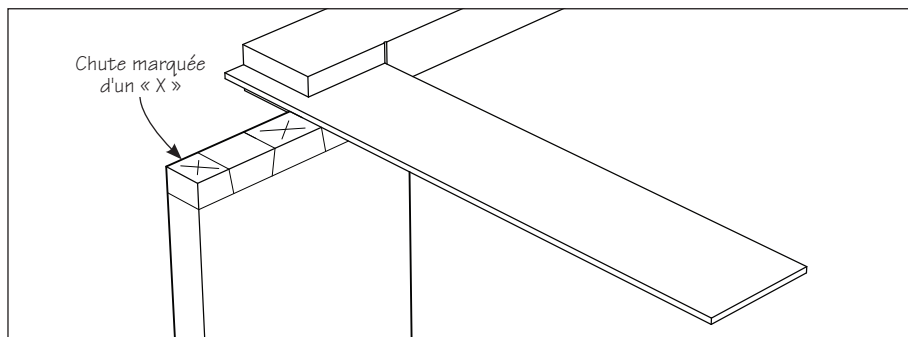

Figure 9 : Report des lignes sur le bout des pièces et marquage des chutes
8. Reporter les lignes sur le bout de la pièce à l'aide d'une équerre et marquer d'un « X » les chutes, comme l'illustre la **figure 9**. Ces marques constitueront un aide-mémoire précieux afin de couper à l'intérieur des chutes, et non dans les queues elles-mêmes.